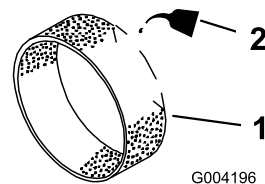

Figura 18
3. Applicare 29,6 o 59,1 ml d'olio sul prefiltro (Figura 18).